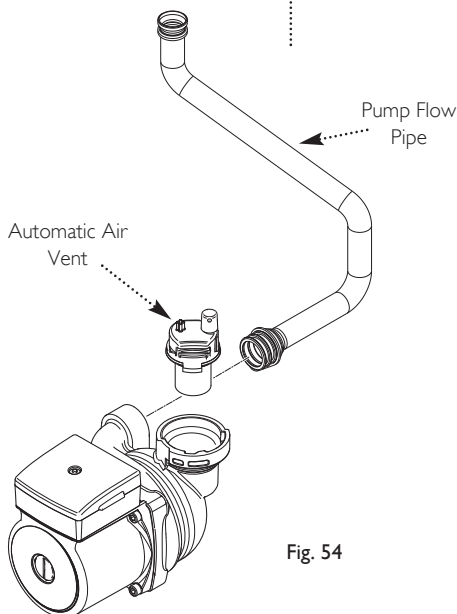

Fig. 54
13.11 Pump - Complete (Fig. 54)
13.12 Automatic Air Vent (Fig. 54)